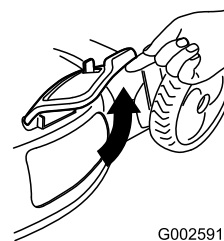

Figure 31
2. Soulevez et ouvrez le volet d'éjection latérale (Figure 31).